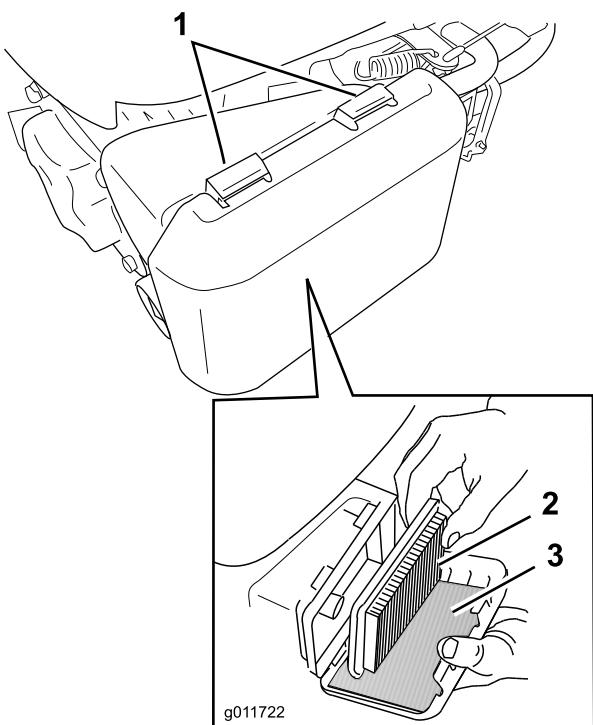

Рисунок 20
- Нажмите книзу на язычки защелок наверху крышки воздухоочистителя (Рисунок 20).
- Извлеките бумажный воздушный фильтр и фильтр предварительной очистки из пеноматериала (Рисунок 20).